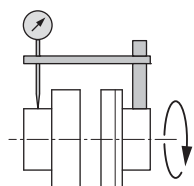

Fig. 11: Verificação do alinhamento radial com um comparador
- Fixar um comparador num dos acoplamentos ou no veio (ver Fig. 11). O êmbolo do comparador tem de ficar assente na coroa do outro semi-acoplamento (ver Fig. 11).